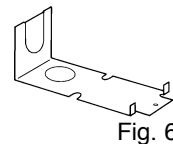

Fig. 6
Paso 1: Si su aparato de alumbrar tiene que ser fijado sobre una placa de montaje de lámpara estándar, quitar la parte amovible en forma de U detrás de la tapa (Fig. 6) utilizando un martillo y un destornillador.